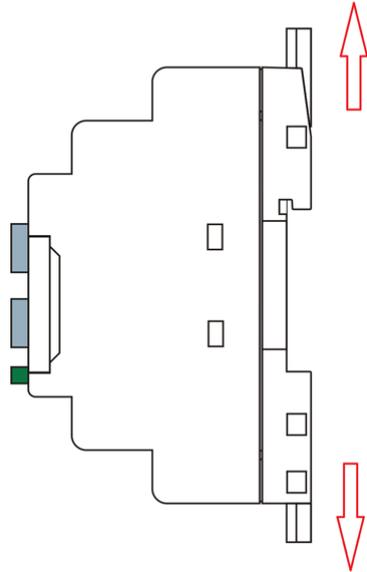

Рисунок 1.48 - Монтаж на поверхность
1. Достаньте модуль из упаковки и сдвиньте обе защелки наружу до фиксации в выдвинутом положении (рисунок 1.48).